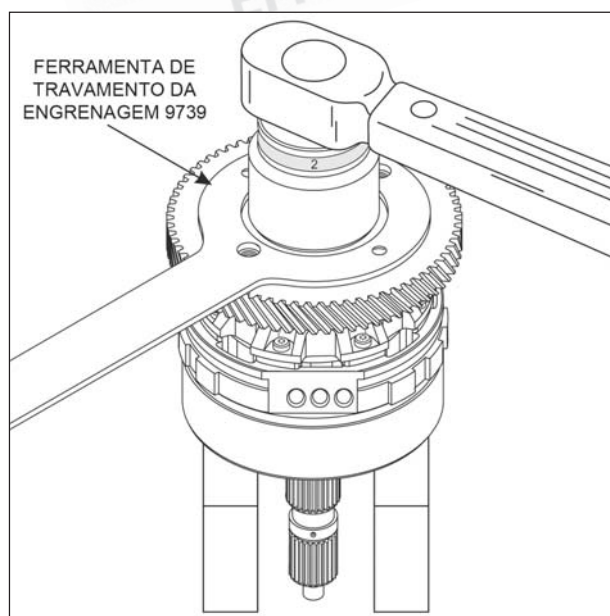

Figura 159
11. Aperte a porca com um torque de 271 Nm, utilizando o fixador de engrenagens 9739, conforme mostrado na figura 159.